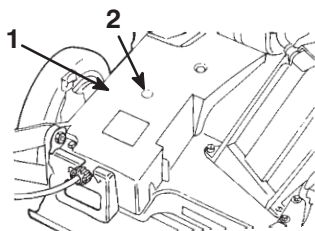

Figure 27
2. Raccordez un pistolet à graisse au graisseur dans l'ouverture du couvercle de courroie (Fig. 27).